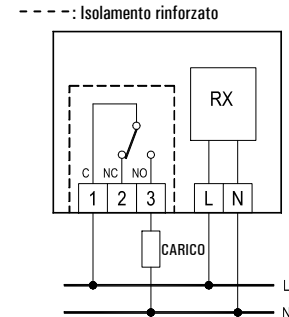

Fig. 7
- 6 Eseguire i collegamenti elettrici seguendo lo schema di collegamento di Fig. 7 o 8 ed il paragrafo "Collegamenti elettrici".
Seguire lo schema di collegamento riportato in Fig. 7 o 8.